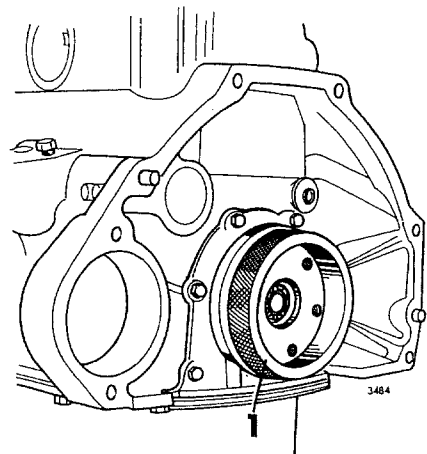

Fig 01-28. Centrerings av bakre tätningsfläns, filtrering.
3. Centra flänsen, se fig 01-28. Olja in centrerrhysan före centreringen. Vrid runt hylsan samtidigt som skruvarna dras fast. Justera flänsens läge om hylsan låses fast. Se till att flänsen ligger plant mot blocket på undersidan. Efter slutgiltig fastdragnings skall hylsan gå lätt att vrida.